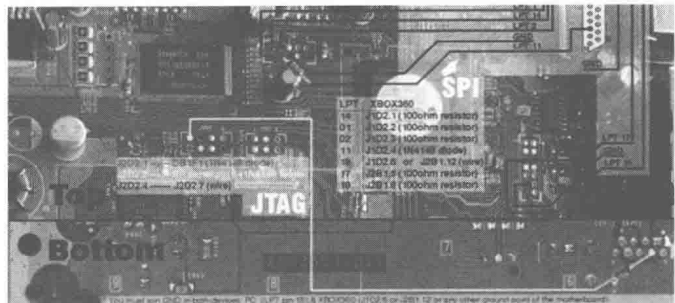
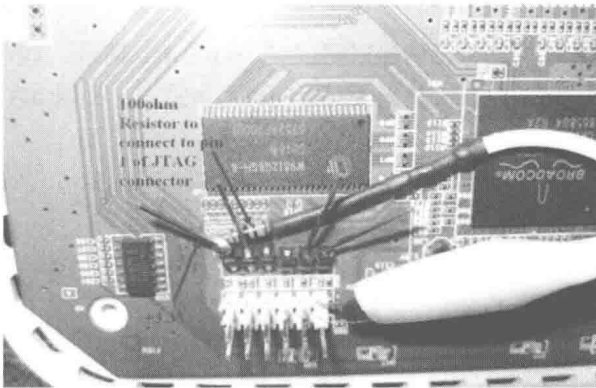

图4-4 Xbox 360的JTAG接口
图4-5 网件wgr614 v8的JTAG接口
(2) JTAG 编程接口。早期 Xbox 360（如图 4-4 所示）的破解就是使用 LPC2148 单片机通过 JTAG 接口进行破解，微软在其后的版本已经做了修复。网件 wgr614 v8 早期刷 Tomato、dd 也是通过 JTAG 接口完成的，如图 4-5 所示。